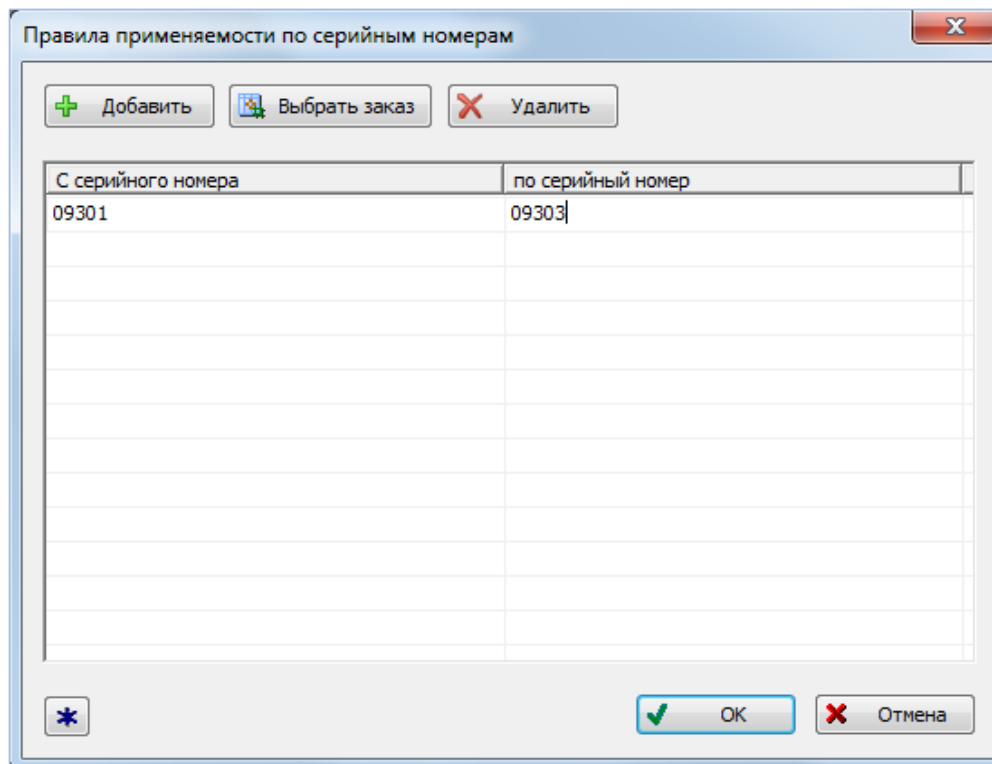

Рис. 13-106 – Ввод верхней границы диапазона серийных номеров
7) Перейти в колонку «по серийный номер» и ввести верхнее граничное значение для серийных номеров (рис. 13-106).